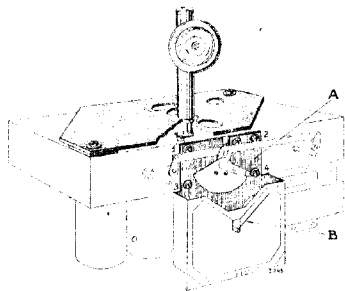

Fig. 2
3. Une plaque de réglage avec pincettes de réglage (fig. 2).
2. Mettre la plaque de réglage (fig. 2, repère A) dans la position médiane.